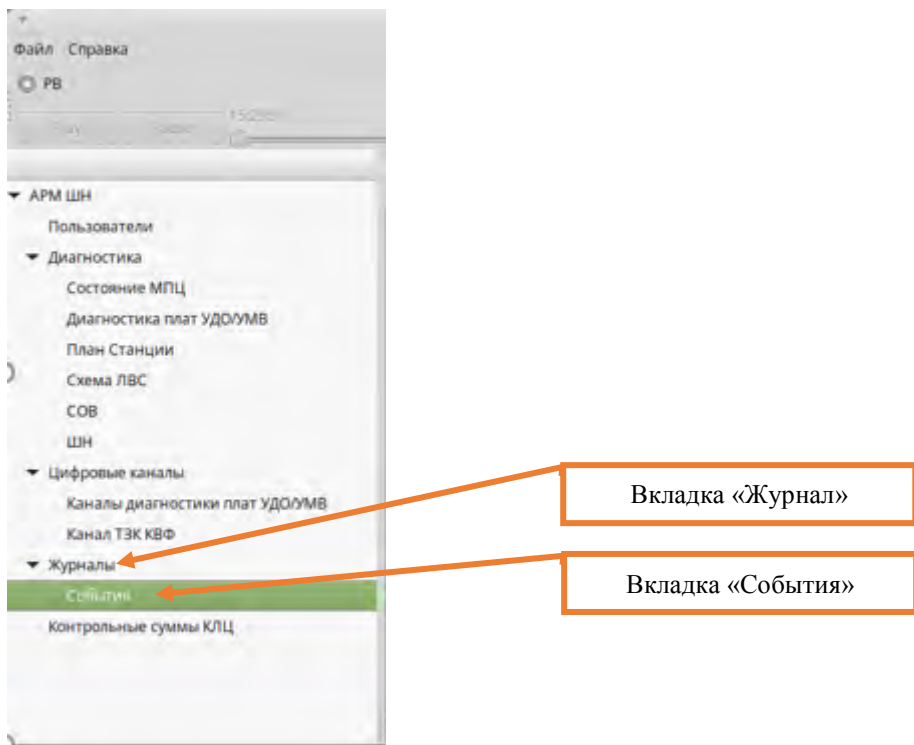

Рисунок 1. Выбор вкладки на АРМ ШН.
7.1.1. Для анализа работы устройств выбрать вкладку «Журналы», далее выбрать вкладку «События» (Рисунок 1).